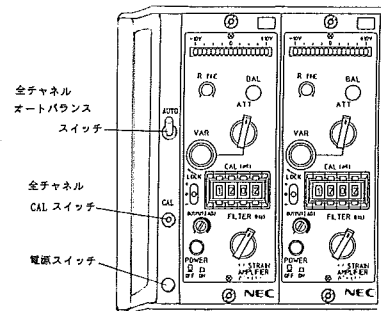

図 7
3、4、6、8チャンネルケースの全チャンネルAUTOスイッチを倒すと全チャンネルオートバランスがとれます（図7参照）。単体でのオートバランスは各チャンネルのオートバランススイッチ④を押して下さい。